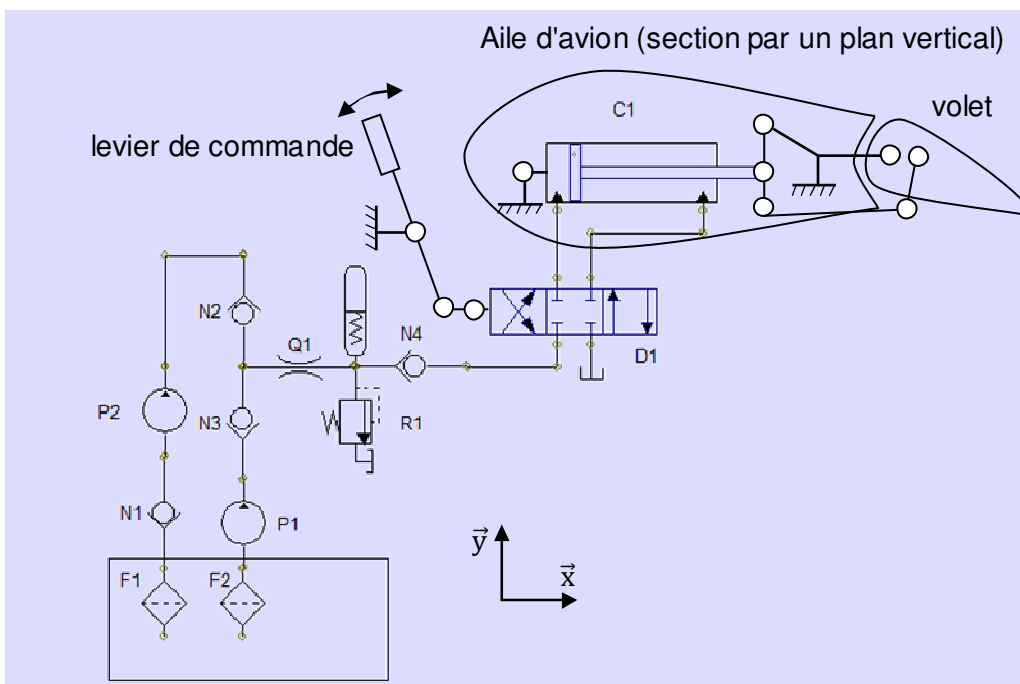

Figure 3 : Schéma hydraulique de la commande hydraulique d'un volet d'avion lourd
- 7) Sachant que la commande du distributeur se fait par le levier de commande schématisé sur la Figure 3, indiquer par des flèches les rotations et translation des principaux éléments qui vont conduire à relever le volet (sens de rotation positif du volet).